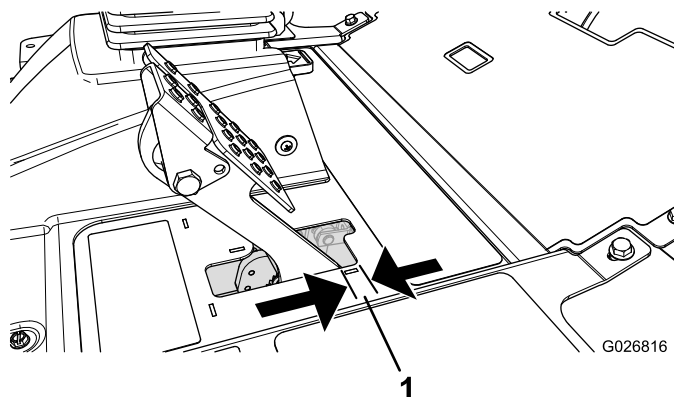

Figura 68
Ajuste os travões se o pedal do travão apresentar uma folga superior a 2,5 cm (Figura 68) ou quando os travões não funcionarem de forma eficaz. Folga é a distância percorrida pelo pedal antes de se verificar qualquer resistência ao movimento.
2. Aperte a porca traseira para deslocar o cabo para trás até que os pedais dos travões apresentem uma folga de 0,63 a 12,7 mm (Figura 68) antes de alcançarem o bloqueio.